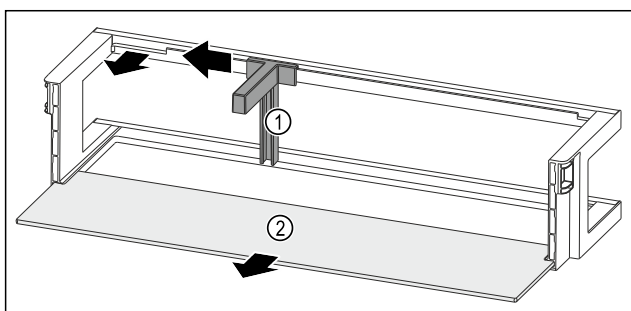

Fig. 120 Dveřní přihrádka s držákem lahví a odkládací plochou
- Držák lahví Fig. 120 (1) posuňte na stranu až k vybrání.
- Držák lahví Fig. 120 (1) odeberte.
- Odkládací plochu Fig. 120 (2) odeberte.